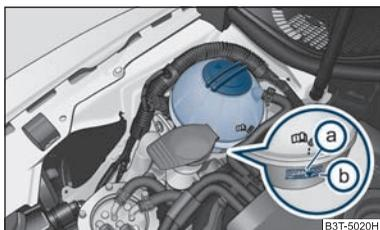

Abb. 184 Motorraum: Kühlmittel-Ausgleichbehälter
- Prüfen Sie den Kühlmittelstand am Kühlmittel-Ausgleichbehälter ⇒ Abb. 184. Der Kühlmittelstand muss bei kaltem Motor zwischen den Markierungen (b) (MIN) und (a) (MAX) liegen. Bei warmem Motor kann er auch etwas über der Markierung (a) (MAX) liegen.
- Legen Sie einen Lappen auf den Verschlussdeckel des Kühlmittel-Ausgleichbehälters ⇒ Abb. 184 und schrauben Sie den Deckel **vorsichtig** linksherum ab ⇒ .